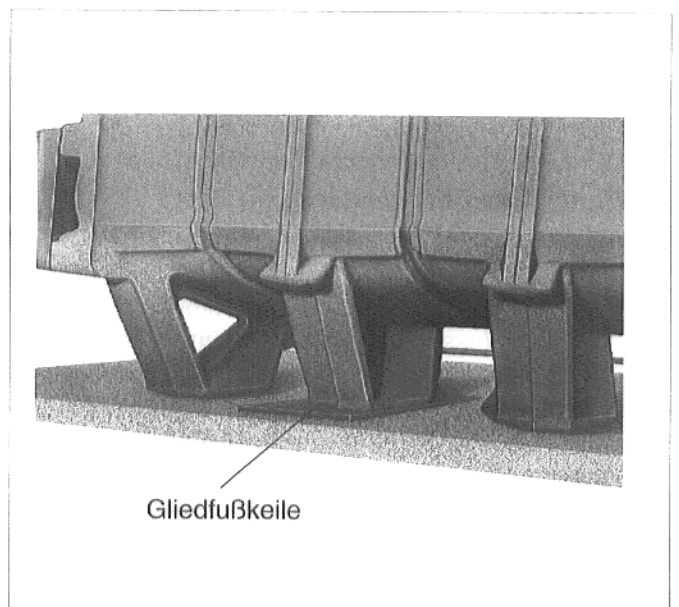

Abb. 17
- **Kessel senkrecht und waagrecht ausrichten.** Nach dem Ausrichten des Kesselblockes den Sitz der Gliedfüße auf dem Fundament durch Unterschieben von Papp- oder Papierstreifen kontrollieren. Wo Gliedfüße frei hängen, ggf. mitgelieferte **Gliedfußkeile** oder Blechstreifen unterlegen (Abb. 17).